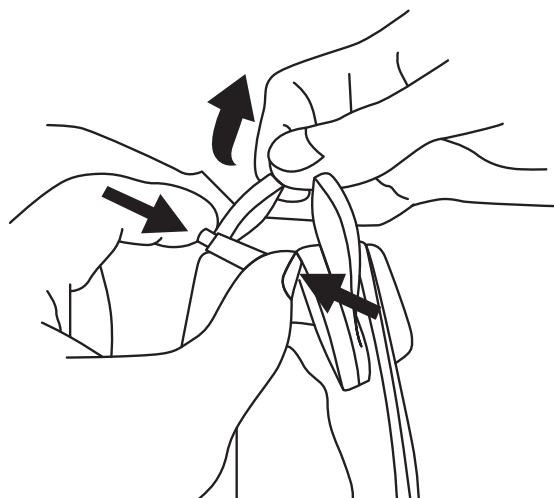

Fig. 7b
- b. Si el sello facial se siente flojo, o tiene alguna holgura, usa los cordones y las prensas del cañón en la región de la sien (Fig. 7b) para apretar el sello facial y, así, eliminar cualquier holgura en el sello facial. Si quitas la careta para soldar esta tarea puede ser más fácil. El material suave similar al algodón en el borde del sello facial debe entrar en contacto con la piel alrededor de todo el perímetro del sello facial y el sello facial debe estar ajustado (colocar 2 dedos entre la cara y el sello) sin ser incómodo.